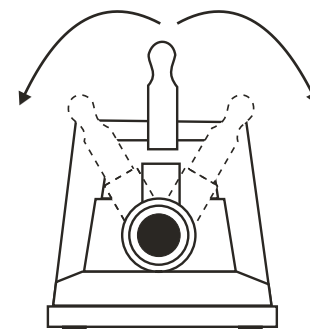

Fig. 1
✂ Para soltar o bocal (6), coloque o soquete (10) e pressione-o lateralmente, como uma alavanca (Fig.1) .